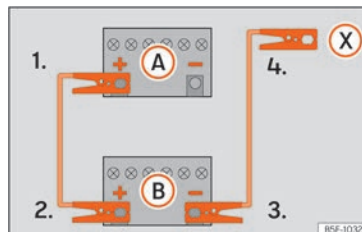

Fig. 78 Esquema de conexión para vehículos sin sistema Start-Stop.
vehículo con la batería descargada (A) » fig. 78.
3. Emborne el otro extremo del cable rojo de emergencia al polo positivo (+) del vehículo que suministra la corriente (B).
- 4a. En los vehículos sin sistema Start-Stop: emborne un extremo del cable negro de emergencia al polo negativo (-) del vehículo que suministra la corriente (B) » fig. 78.